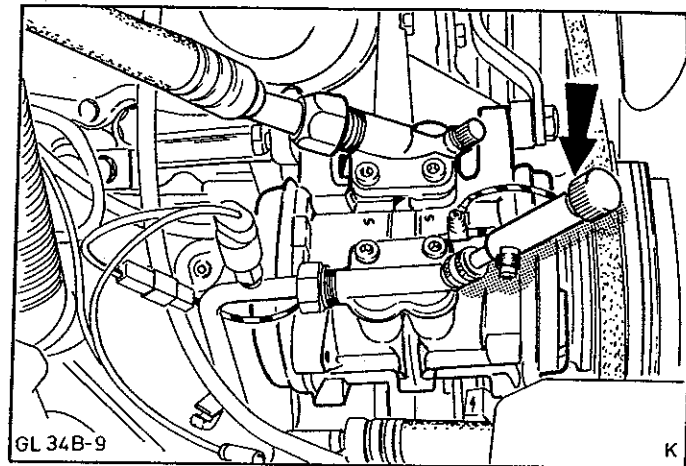

Abb.42 Kältemittel über Druckventil am Kompressor mit Ventilkernentferner ablassen
2. Kältemittel über Druckventil am Kompressor langsam ablassen, Abb.42. Druck- und Saugschlauch abbauen.